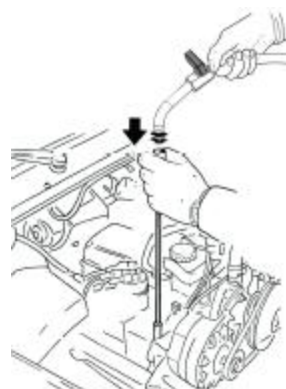

FIG.2
- Podłączyć końcówkę węża ssącego do sondy zanurzonej w silniku. (Rysunek 2)